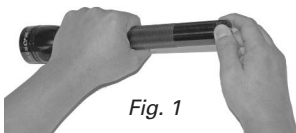

Fig. 1
Schrauben Sie die Verschlusskappe (Abb. 1) los und fügen Sie den Batteriepack (Abb. 2) in die Bucht ein. Das positive (+) Ende— das ist das Ende mit dem Knopf — wird zuerst in die Bucht eingeführt. Schrauben Sie nun die Verschlusskappe fest und stellen Sie sicher, dass sie fest sitzt.
1. Beginnen Sie damit, den „Trichter“ (A) der Taschenlampe zu entriegeln, indem Sie den Lampenzylinder (B) in Ihre rechte und deren Kopf in die linke Hand nehmen und Ihren rechten Daumen und Zeigefinger auf die Basis des Trichters der Taschenlampe platzieren (A), wie beschrieben in Abb. 1:
2. Mit Ihrem rechten Daumen und Zeigefinger drücken Sie nach vorne auf den Trichter (A) und schließen die Lücke zwischen dem Trichter und der Verschlusskappe (F). Während Sie mit ihrer rechten Hand weiter nach vorne drücken, greifen Sie mit dem Daumen und Zeigefinger Ihrer linken Hand den Rändelring (E) und beginnen, ihn in eine Richtung zu drehen. Wenn Sie den Rändelring etwa 1/16 Umdrehung gedreht haben, hören Sie auf, nach vorne auf den Trichter (A) zu drücken und drehen Sie den Rändelring (E) weiter. Der Rändelring (E) wird zurückschnappen, den Trichter (A) freigeben und Ihnen erlauben, ihn am Zylinder (B) herunterschoben. Dies legt den Ausrichtungsring (C) frei.